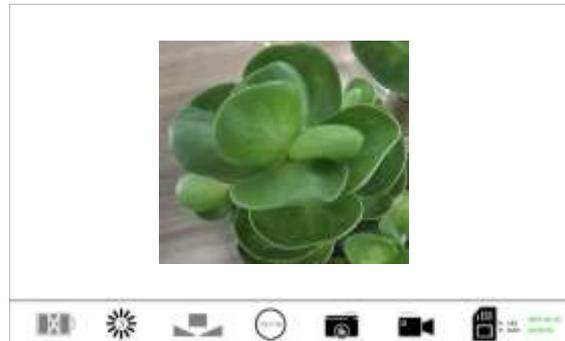

Fig. 3.4
1. Após ser conectado ao Processador de Vídeo Endoscópico e ser ligado, a imagem no Endoscópio será exibida na tela utilizada em conjunto (Fig. 3.4).